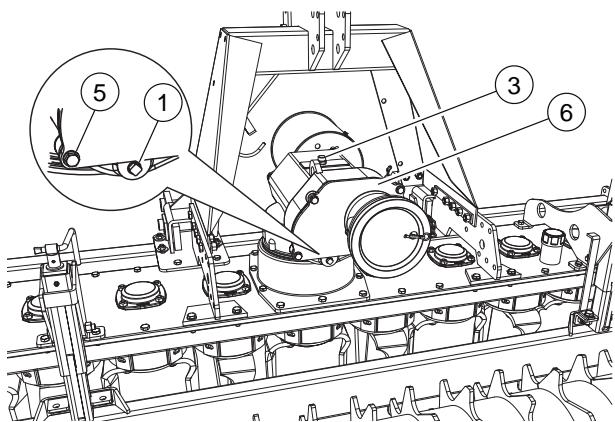

FIG. 39
- Destornillar los pernos (5, "Fig. 39"). Quitar la tapa (6).
Para controlar el nivel de aceite en la caja de cambio desenroscar el tapón con la varilla (3, "Fig. 39"). Controlar el nivel con la escala de la varilla. Si es necesario añadir hasta llegar a nivel.